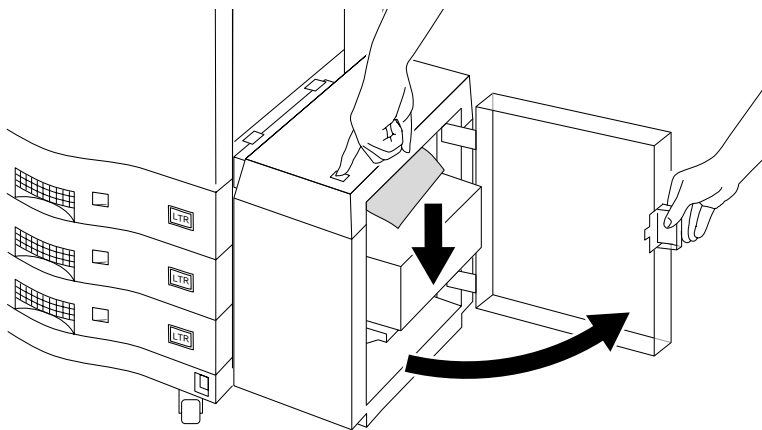

Abbildung 3-44 Öffnen der Tür der HLZ-Einheit
1. Wenn im Bedienfeld auf einen HCI Stau 1 (Aufnehmerfehler) hingewiesen wird, öffnen Sie die Tür der HLZ-Einheit, wie in Abbildung 3-44 gezeigt. Drücken Sie die Taste oben an der HLZ-Einheit, um den Papierstapel abzusenken.